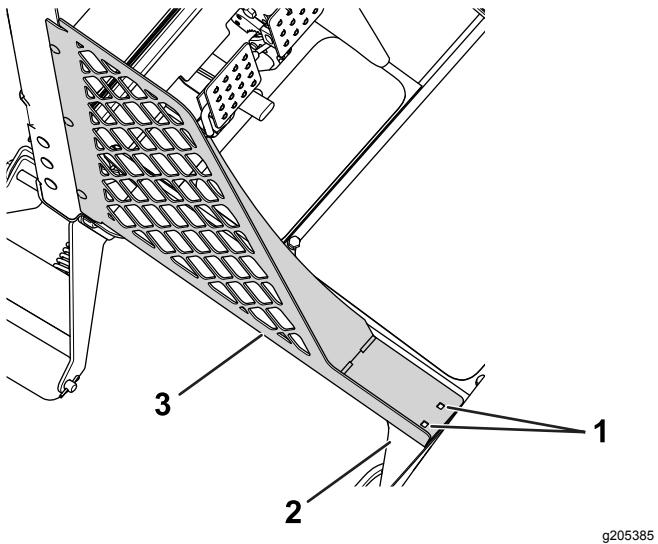

Figure 1
- A. Repérez le point de rencontre des panneaux inférieurs et du repose-pieds (Figure 1).